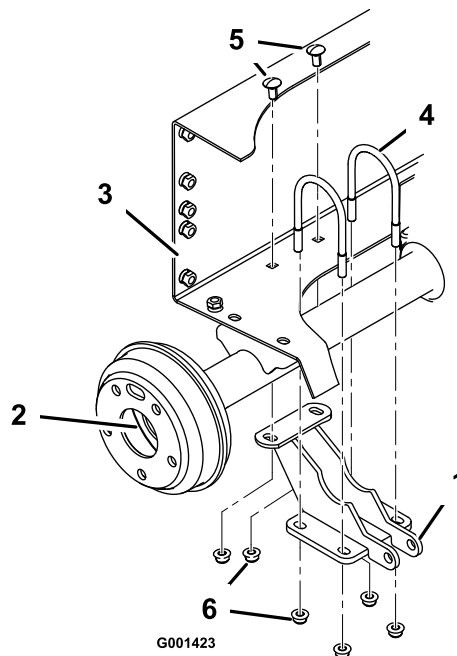

Figura 5
4. Monte sem apertar o suporte do cilindro de elevação na extremidade direita do eixo traseiro com 2 parafusos em U e 4 porcas flangeadas (3/8 polegada) ao alinhar os furos de montagem com os furos no tabuleiro da bateria (Figura 5).
5. Prenda o suporte do cilindro de elevação à estrutura traseira com 2 parafusos de carroçaria (3/8 x 3/4 polegada) e 2 porcas flangeadas (3/8 polegada). Aperte as 4 porcas flangeadas nas cavilhas em U de forma igual para se certificar de que o suporte está alinhado com o eixo. Aperte as duas porcas que prendem a traseira do suporte à estrutura traseira (Figura 5).